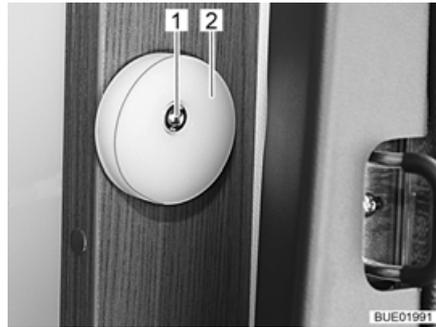

Bild 119 Hubbett-Führung
- Schraube (Bild 119,1) lösen.
- Führungsscheibe (Bild 119,2) verstellen.
- Schraube (Bild 119,1) festziehen.